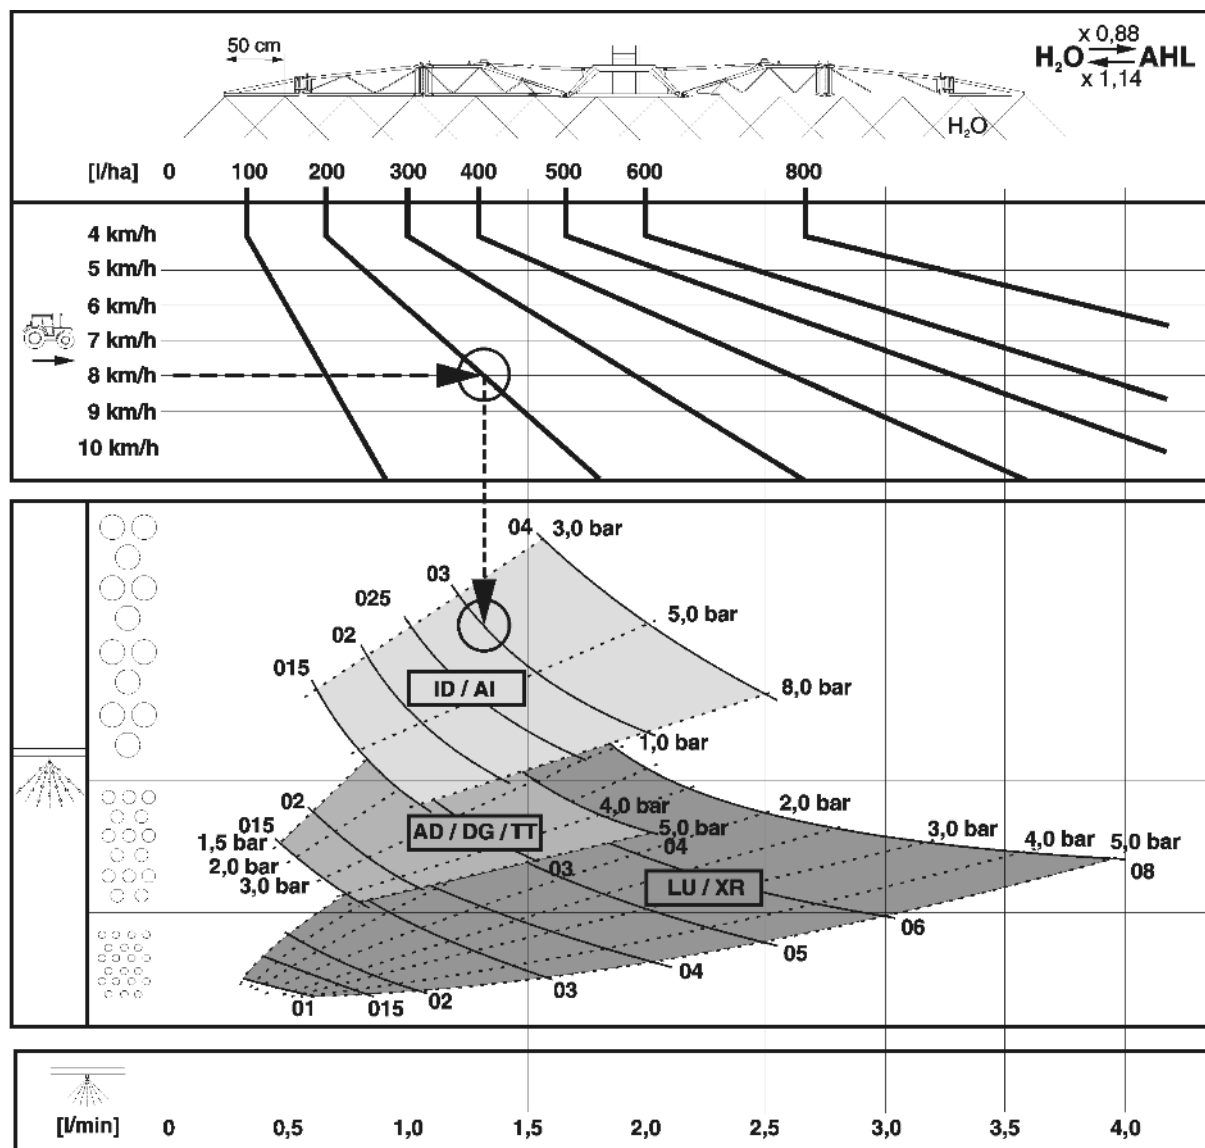

図 159
- 図 159は適正なノズルタイプを選択するのに役立ちます。ノズルタイプは以下のものによって決めます。